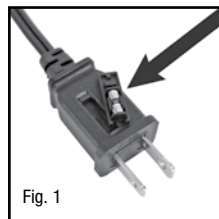
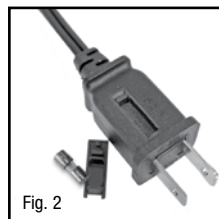

Fig. 1
Fig. 2
- Si le ventilateur perd de sa puissance ou bien si vous soupçonnez que le fusible est grillé, commencez par séparer le porte-fusible de recharge de la fiche (fig. 1). Sortez le fusible de recharge de son logement en plastique et mettez ce fusible de côté (fig. 2).
- Faites concorder les parties gauche et droite et emboîtez-les fermement par pression (fig. 1).
- Faites concorder les deux parties du socle rond et emboîtez-les en poussant délicatement les 4 protubérances (fig. 2, article A) de l'une dans les cercles adjacents de l'autre (fig. 2, article B).